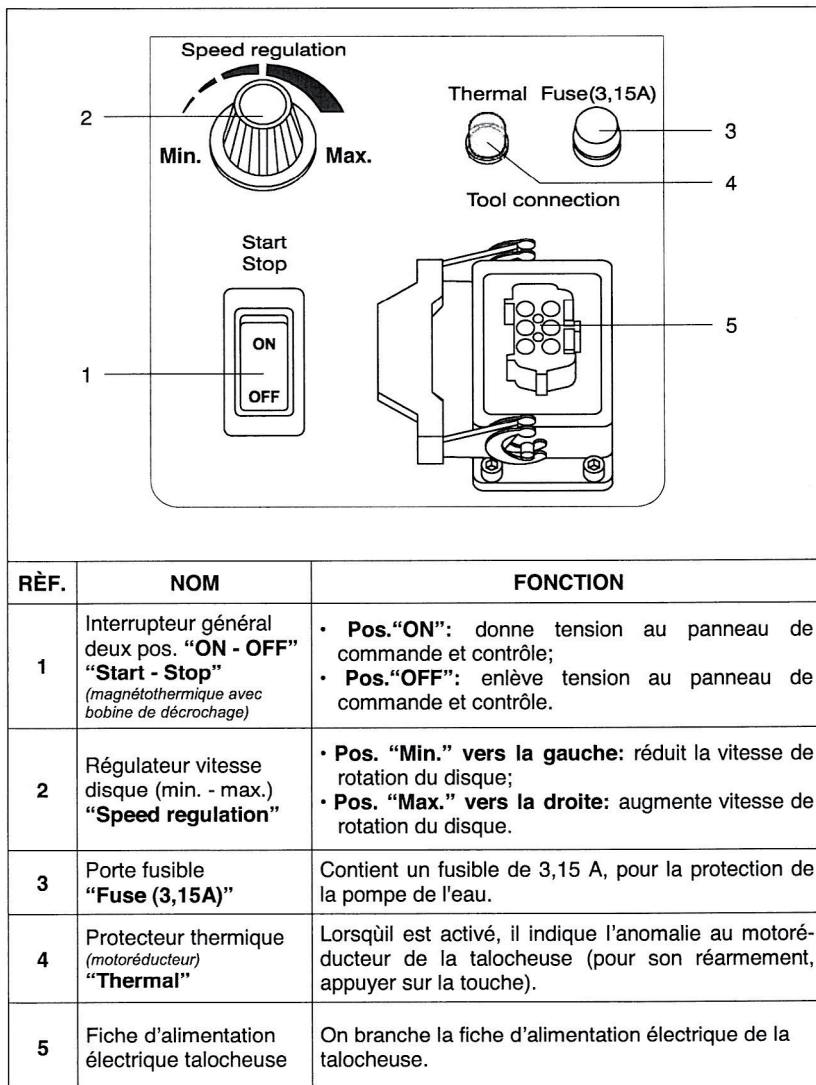
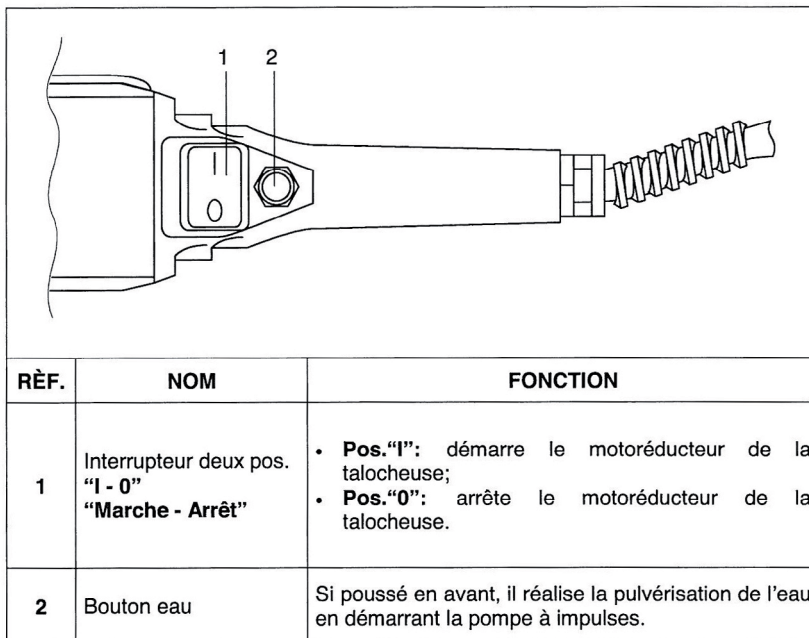

FIG.15 (Panneau de commande et contrôle)
FIG.16 (Commandes talocheuse)
Pour l'emploi de la machine les opérateurs préposés doivent se référer au panneau de commande et contrôle (**FIG.15**) placé sur le côté antérieur.
Pour le fonctionnement de la talocheuse l'opérateur préposé doit se référer aux commandes placées sur la même (FIG.16).
4	S'assurer que le régulateur de vitesse du disque (FIG.15-Réf.2) soit tourné à gauche en pos. min.
- 2) Donner tension au panneau de commande et contrôle en appuyant sur l'interrupteur général **"Start - Stop" (FIG.15-Réf.1)** en position **"ON"**;
- 4) Appuyer sur l'interrupteur **"Marche - Arrêt"** placé sur la talocheuse (**FIG.16-Réf.1**), en **pos. "1"**, le disque commence à tourner à la vitesse min.;
- 5) Appuyer sur l'interrupteur **"Marche-Arrêt"** placé sur la talocheuse (**FIG.16-Réf.1**) en **pos. "0"** et régler la vitesse du disque désirée utilisant le régulateur approprié placé sur le cadre de commande et contrôle (**FIG.15-Réf.2**);
- 6) Appuyer sur l'interrupteur **"Marche - Arrêt"** placé sur la talocheuse (**FIG.16-Réf.1**), en **pos. "1"**, le disque commence à tourner à la vitesse réglée;
- 1) Eteindre la talocheuse en débloquant l'interrupteur **"Marche - Arrêt"** placé sur la talocheuse (**FIG.16-Réf.1**) en **pos "0"** et attendre que le disque s'arrête;
- 3) Enlever tension au panneau de commande et contrôle en appuyant sur l'interrupteur général (**FIG.15-Réf.1**) en position **"OFF"**;
- 5) Débloquer et débrancher la fiche d'alimentation électrique de la talocheuse (**FIG.11-Réf.3**) de la prise (**FIG.15-Réf.5**) placée sur le panneau de commande et contrôle.
- 6) Donner tension au panneau de commande et contrôle en appuyant sur l'interrupteur général "Start - Stop" (**FIG.15-Réf.1**) en position "ON";
- 8) Appuyer sur le bouton de pulvérisation eau (**FIG.16-Réf.2**) jusqu'à la complète sortie de l'eau interne à la pompe et au tuyau d'eau de pulvérisation.
- 1) Porter l'interrupteur "**Marche - Arrêt**" (FIG.16-Réf.1) en position "**0**";
- 2) Porter l'interrupteur "**Start - Stop**" (FIG.15-Réf.1) en pos. "**OFF**";
- 3) Appuyer sur le bouton de réarmement de la protection thermique (FIG.15-Réf.4);
L'arrêt d'urgence de la machine peut se faire en appuyant sur l'interrupteur général "**Start - Stop**" (FIG.15-Réf.1) installé sur le panneau de commande et contrôle.